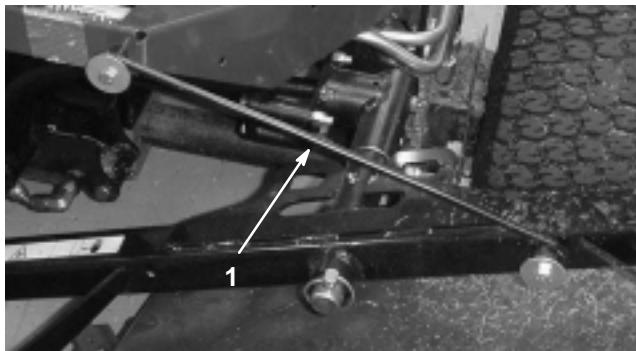

Bild 8
4. Lösen Sie die Riegelstange (Bild 8) aus der Halterung am vorderen Rahmenträger.
5. Heben Sie die Außenseite der vorderen Mähwerke an und positionieren Sie den Riegel über den an der Vorderseite der Fahrerplattform befestigten Rahmenstift (Bild 8).